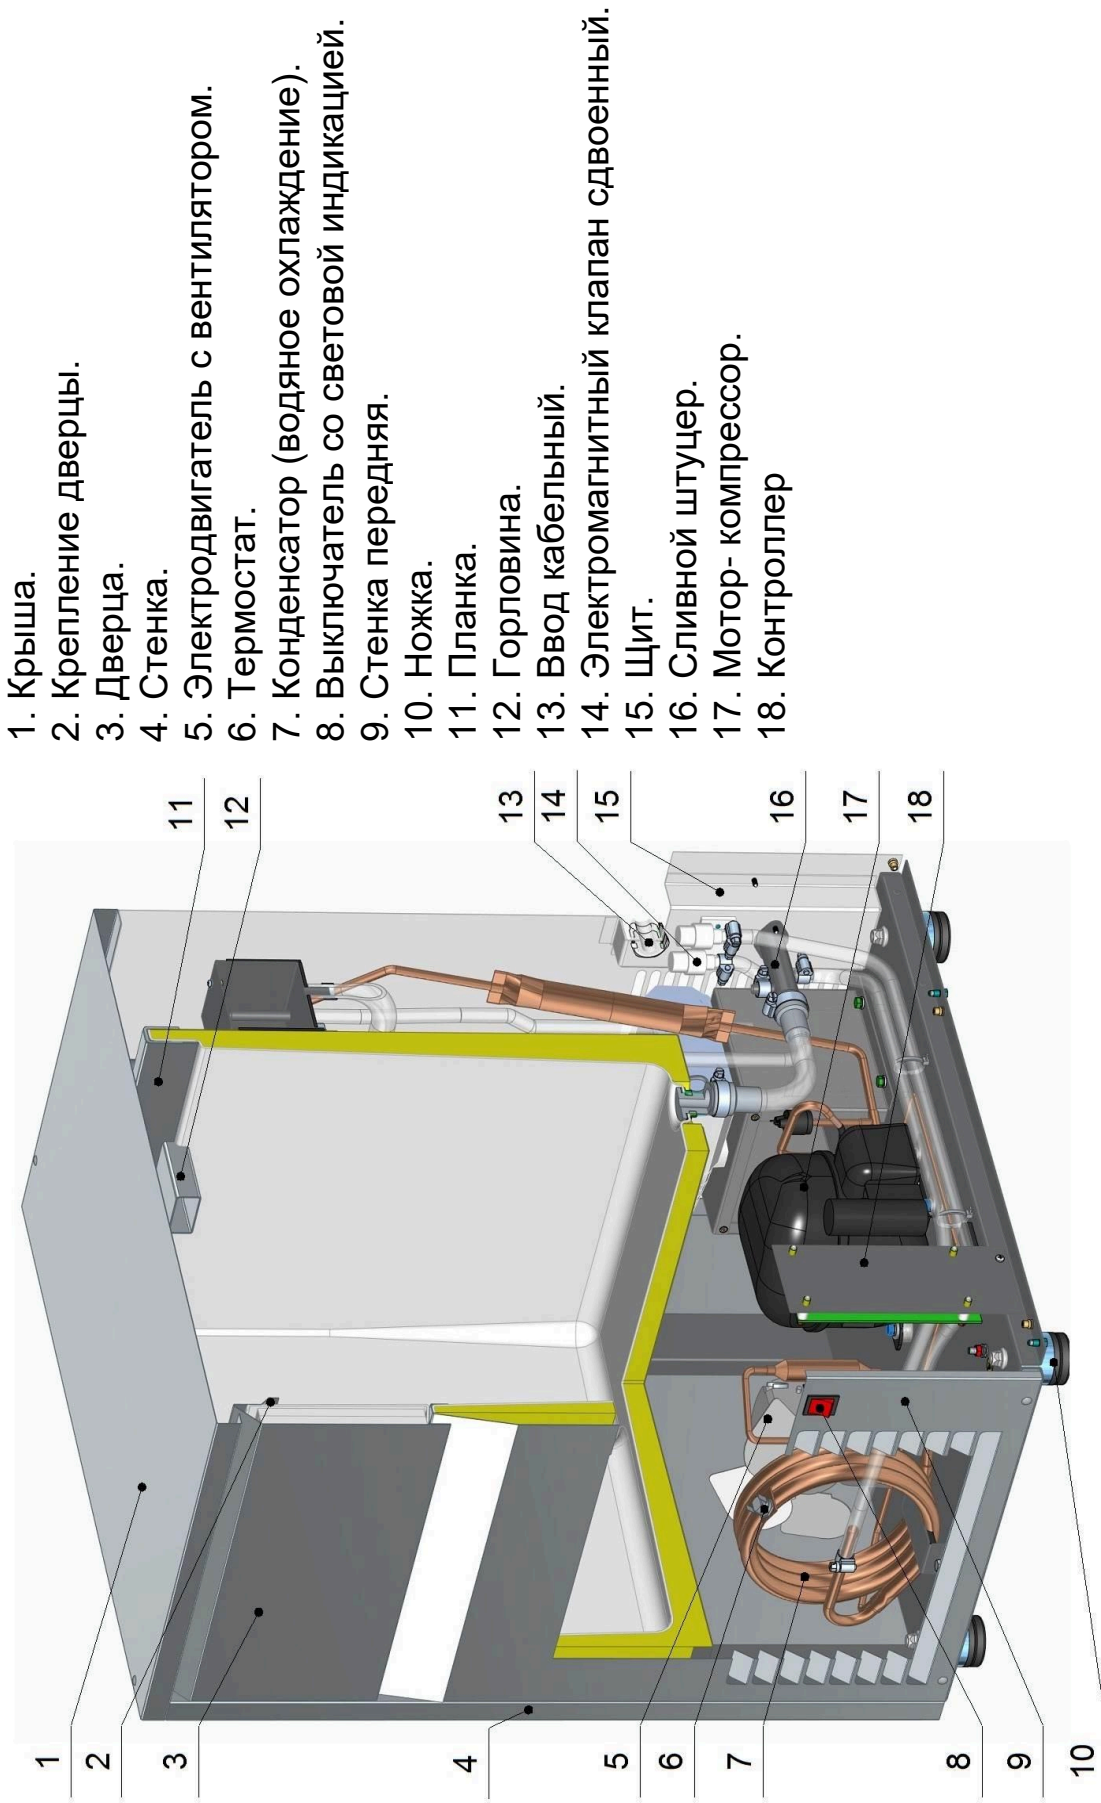
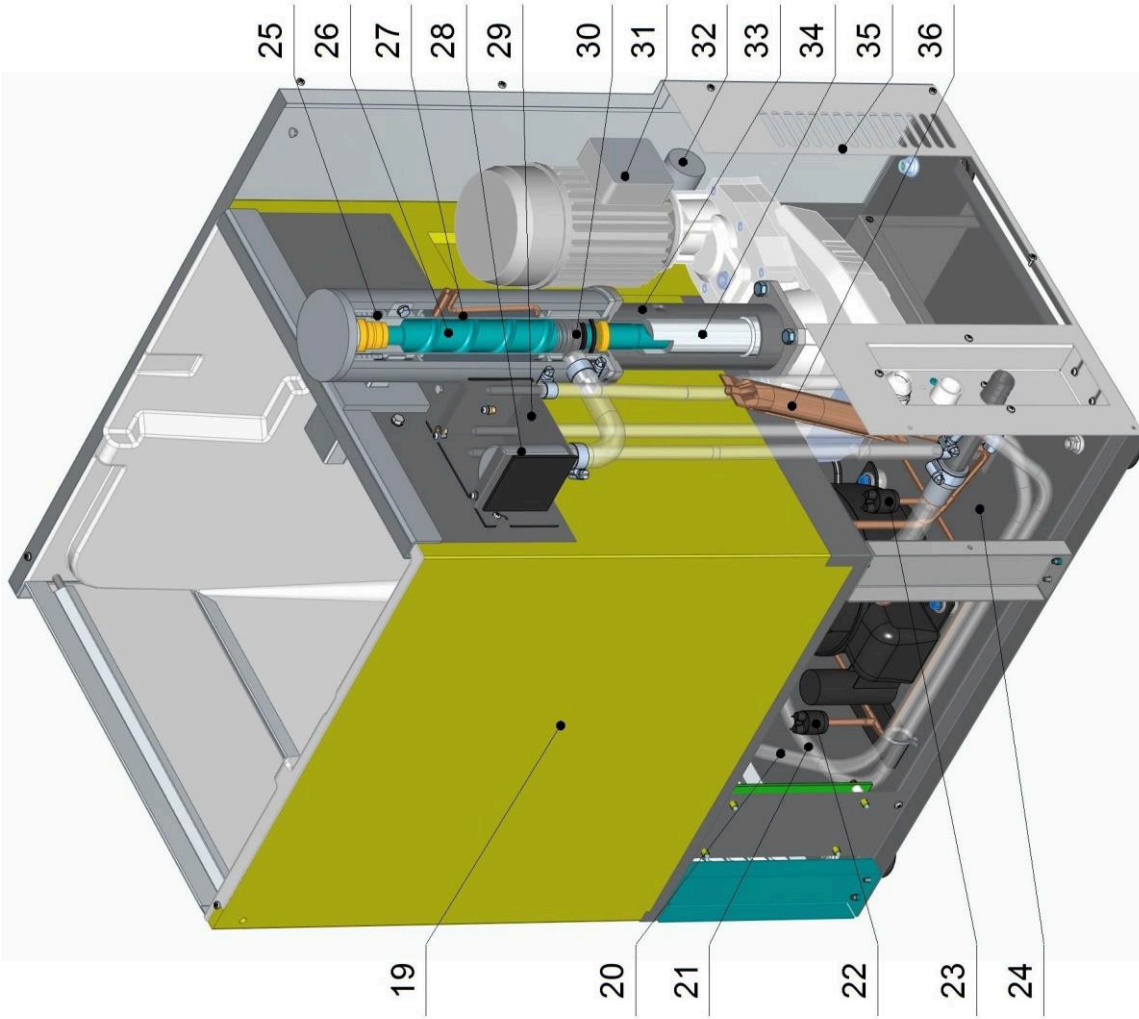
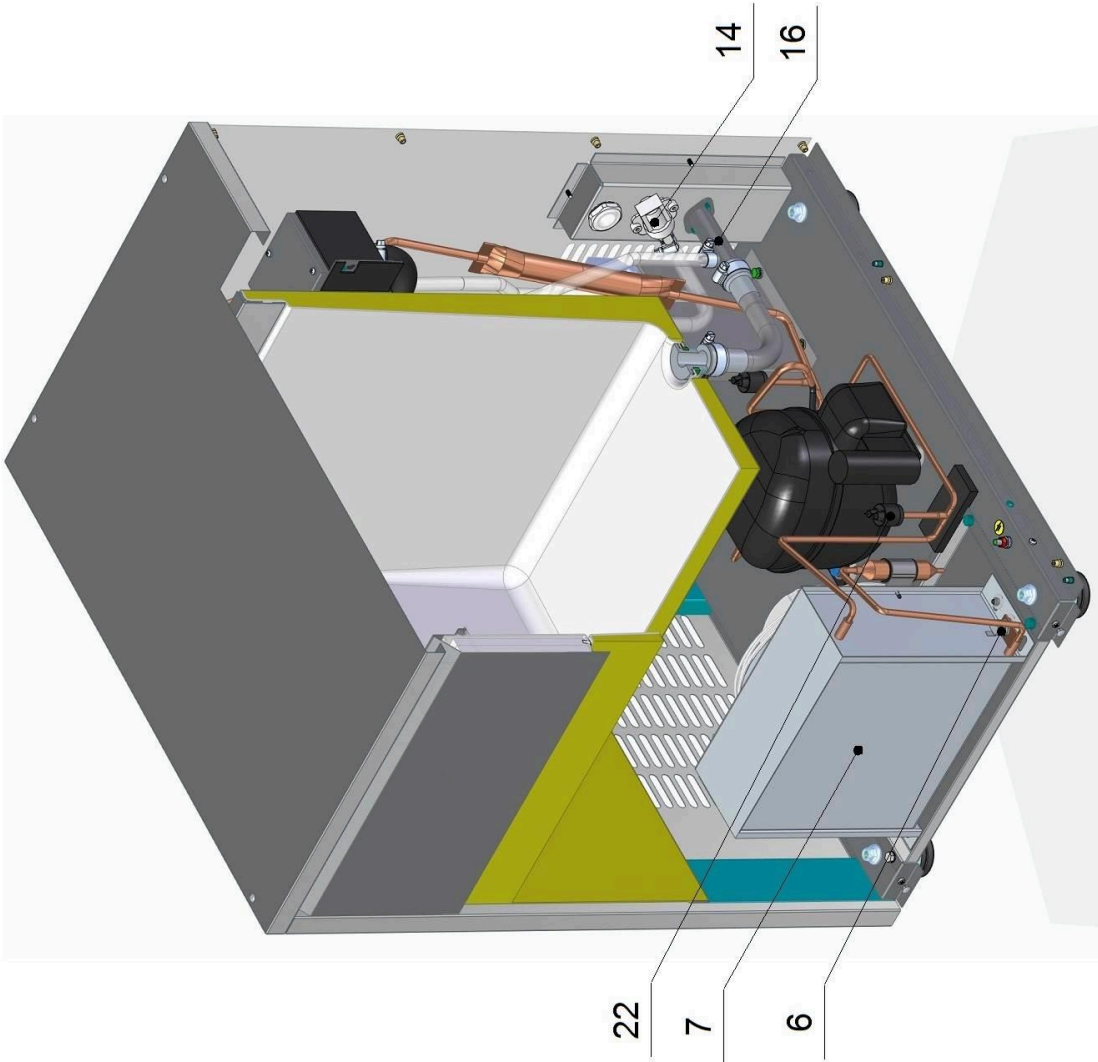

Рис. 1 Устройство льдогенераторов ЛГ-60/20Г-01, ЛГ-90/30Г-01
Рис. 2 Устройство льдогенератора ЛГ-60/20Г-01, ЛГ-90/30Г-01
Рис. 3 Отличие льдогенератора ЛГ-60/20Г-02, ЛГ-90/30Г-02
2.1.1 Устройство льдогенераторов гранулированного льда ЛГ-60/20Г-01, ЛГ-60/20Г-02, ЛГ-90/30Г-01 и ЛГ-90/30Г-02 приведено на рис. 1, рис. 2, рис.3.